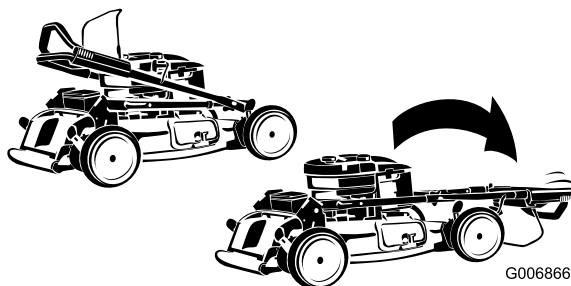

Figure 3
1. Dépliez la moitié supérieure du guidon vers l'avant jusqu'à ce que les deux moitiés soient dans le prolongement l'une de l'autre et s'emmanchent ensemble correctement, comme illustré (Figure 3).